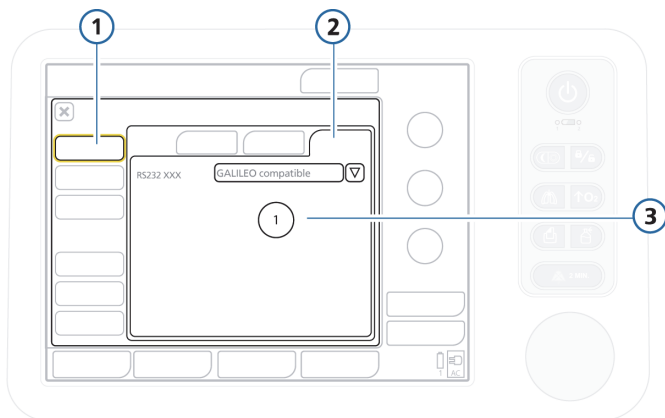

Рисунок I-5. Установка минимальной громкости сигнала тревоги
1. Откройте окно «Общее» -> «Еще» (рис. I-5).